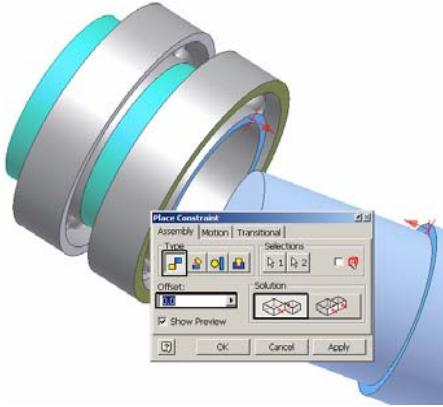

Figura 3.11.15.
- aliniere **Type - Mate, Solution – Mate, Offset = 0** coroană circulară stânga **arbore** cu coroană circulară inel interior dreapta **Rulment 1**; intrarea **Browser Bar** se va redenumi **Mate DcorArb-FDRul1**, figura 3.11.15.